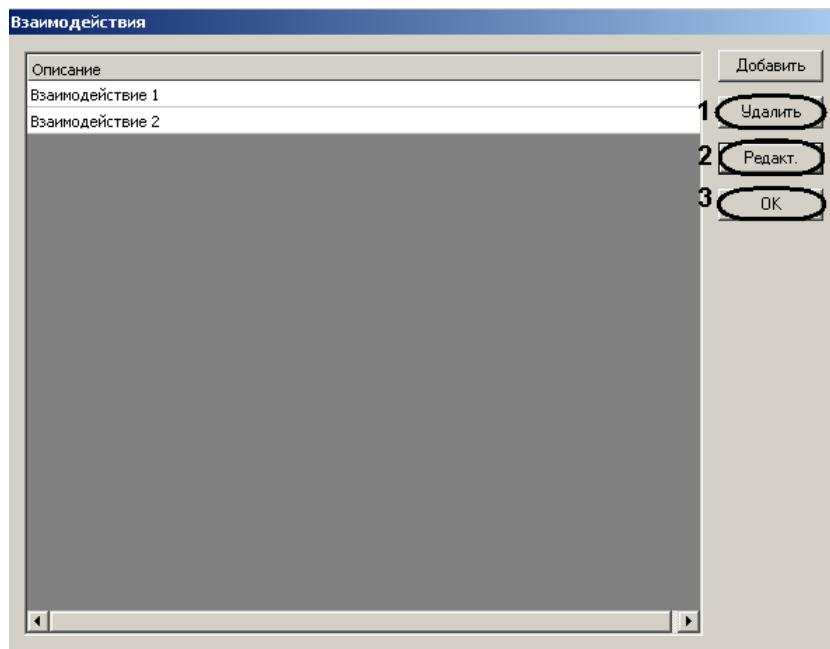

Рис. 3.3-30 Созданные взаимодействия
В результате в окне **Взаимодействия** отобразится созданное взаимодействие (Рис. 3.3-30).
7. Для удаления взаимодействия требуется выделить щелчком левой кнопки мыши необходимое взаимодействие и нажать кнопку **Удалить** (см. Рис. 3.3-30, 1).
8. Для редактирования взаимодействия требуется выделить щелчком левой кнопки мыши необходимое взаимодействие и нажать кнопку **Редакт.** (см. Рис. 3.3-30, 2).
9. Для сохранения изменений и возврата на панель настроек объекта **Контроллер доступа Elsys-MB** необходимо нажать кнопку **OK** (см. Рис. 3.3-30, 3).